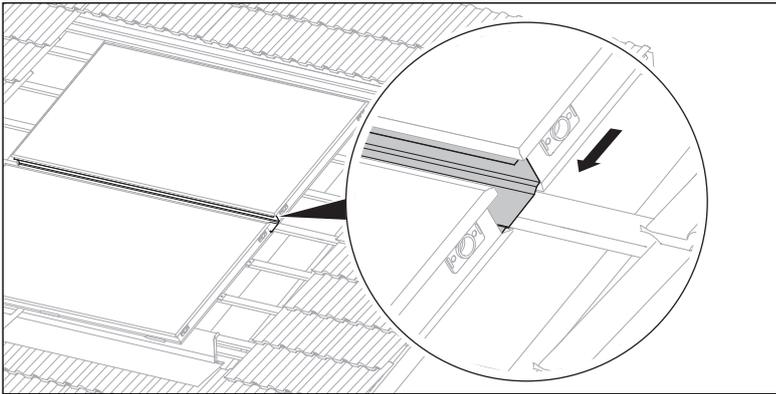

Abb. 5.17 Nächsten Kollektor montieren
- Ordnen Sie den nächsten Kollektor an (→Abb. 5.17) Achten Sie dabei darauf, dass der Kollektor auf seiner linken Seite bis zum Anschlag unter die Halfter rutscht, die am benachbarten Kollektor montiert sind.